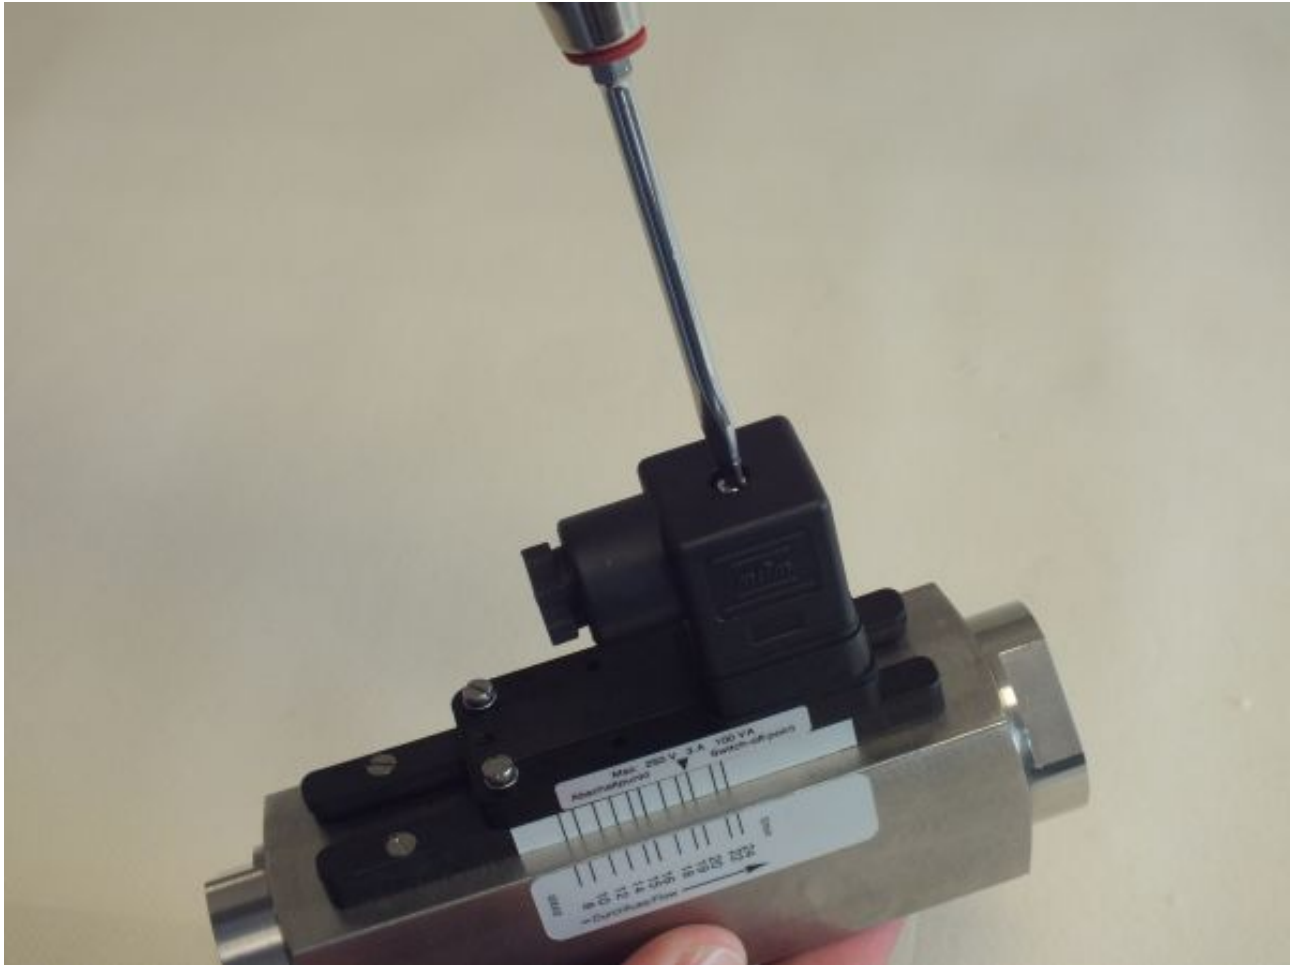

Abb. 70: Steckerdose lösen
1. ➤ Mit einem Schlitzschraubendreher die Befestigungsschraube (Abb. 70) der Steckerdose lösen